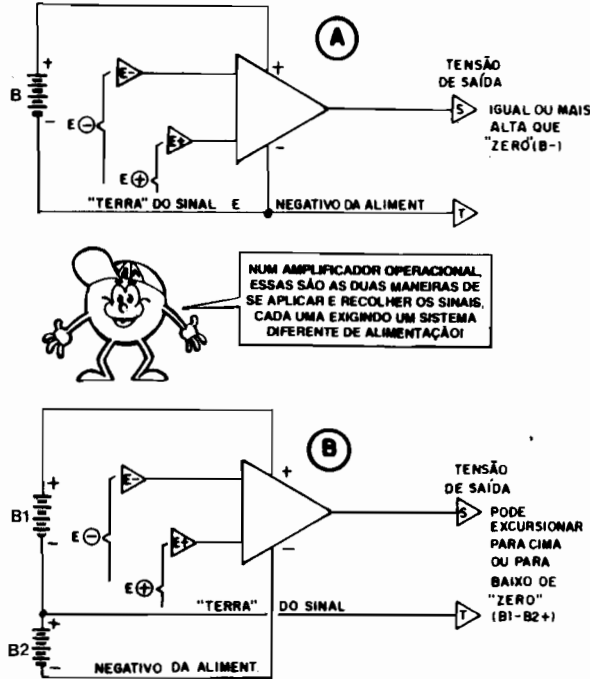

Fig.8
- FIG. 8 - Em virtude das especiais características de ENTRADA (dupla, uma inversora e uma não-inversora...) dos Amp.Op., estes podem adotar duas formas básicas de Alimentação, dependendo de como queremos ver as "excursões" do sinal presente na única SAÍDA do bloco:
- FIG. 8-A - ALIMENTAÇÃO SIMPLES - Nessa configuração, a linha de "terra", correspondente ao referencial de "zero" para os sinais de ENTRADA e de SAÍDA, **coincide** com a própria linha do **negativo** da alimentação geral. Os sinais ou níveis a serem manipulados, então, podem ser aplicados às ENTRADAS "E+" e/ou
“E-” devem ser referenciados à linha de “zero” volt (“Terra”) que correspondem ao ponto “central” da Alimentação dupla (e não mais ao “extremo” negativo da tal Alimentação, como se via na configuração simples (fig. 8-A).
- FIG. 8-B - ALIMENTAÇÃO DUPLA OU SIMÉTRICA (SPLIT) - Nesse caso a alimentação é provida por dois blocos de energia, um positivo com relação ao “zero” volt, e outro negativo, ambos de igual intensidade ou nível (por exemplo “+9V” e “-9V”). O sinal de saída, dependendo então do diferencial dos níveis aplicados às duas ENTRADAS do Amp.Op., poderá excursionar tanto “para cima de zero”, quanto “para baixo de zero volt”... No exemplo de fonte simétrica de “+9V” e “-9V”, o sinal/nível na SAÍDA poderia situar-se desde 9V positivos até 9V negativos, numa excursão máxima de até 18V, portanto... Quem quiser lembrar algumas “coisinhas” importantes sobre essas questões do “referencial” deve ler com atenção as “Lições” Teóricas a respeito, dadas na 13ª “Aula” do ABC... Vão lá! Na configuração mostrada, os sinais aplicados tanto à ENTRADA “E+” quanto à